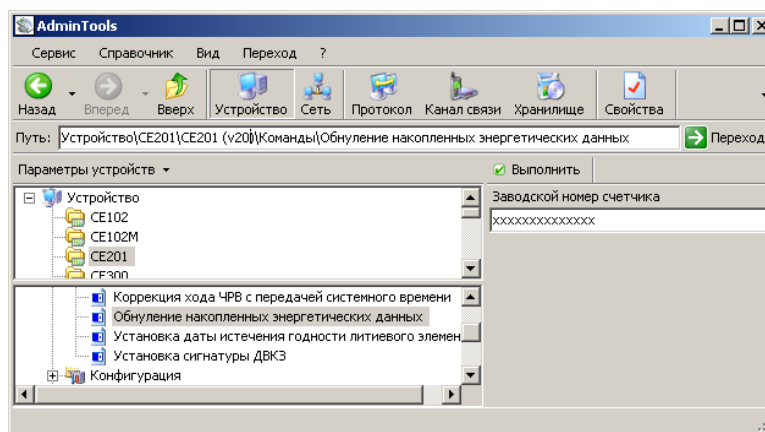

Рисунок 5.23 – Команда обнуления накопленных данных
- ввести в окно заводской номер счетчика (рисунок 5.23);